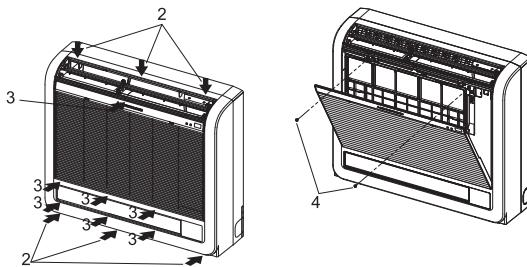

Fig. 5
- Insira a mangueira de drenagem completamente até à base do reservatório de drenagem (ligação final). (Fig. 5)